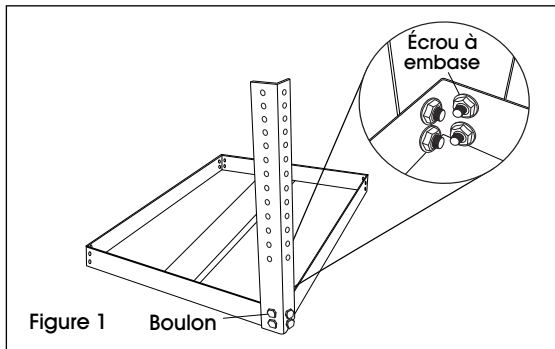

Figure 1 Boulon
2. Attach legs to outside of top panel using four bolts and four flange nuts on each leg. (See Figure 1)
2. Fixez les pieds à l'extérieur du panneau supérieur avec quatre boulons et quatre écrous à embase sur chaque pied. (Voir Figure 1)